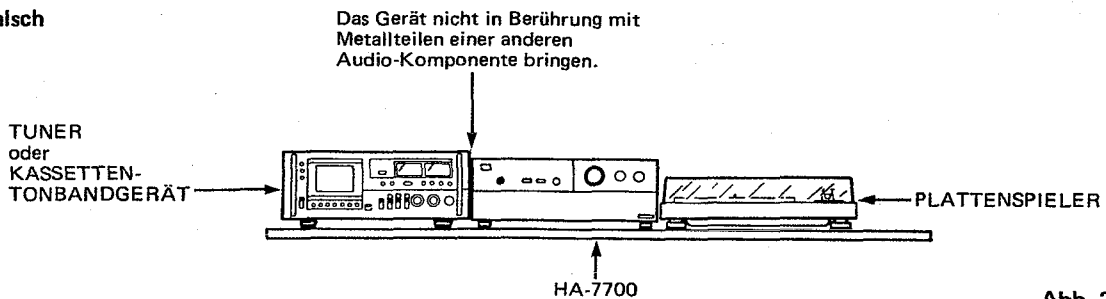

Abb. 2
2. Manchmal können Brummgeräusche auftreten, wenn Metallteile (z.B. Gehäuse) einer anderen Audio-Komponente oder das Metallgestell mit dem Gerät in Berührung kommen, wie in Abb. 2 gezeigt.